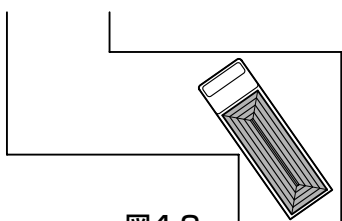

図4-2
- ②道が狭く、クランクになっていないか確認してください。(図4-2参照)